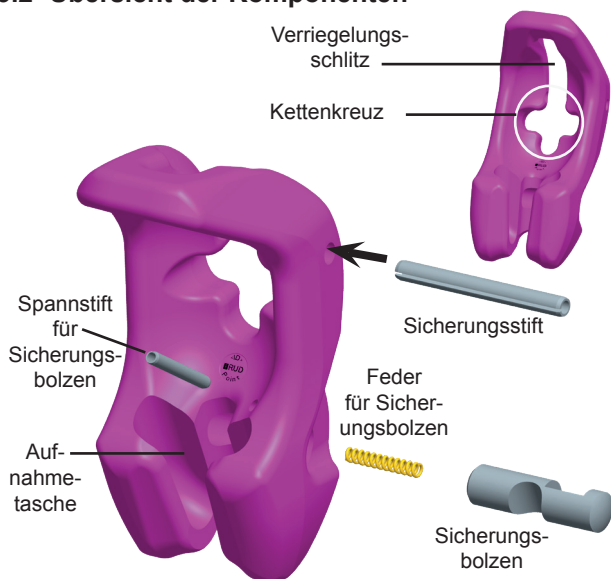

Abb. 2: VMVK (IMVK, BSEK)
- Kontrollieren Sie bei der Benutzung einer VV-Multi-Verkürzungsklaue, dass vor jeder Belastung der Spannstift für den Gabelkopfbolzen sowie der Gabelkopfbolzen eingeschlagen ist (vgl. Abb. 2/3)